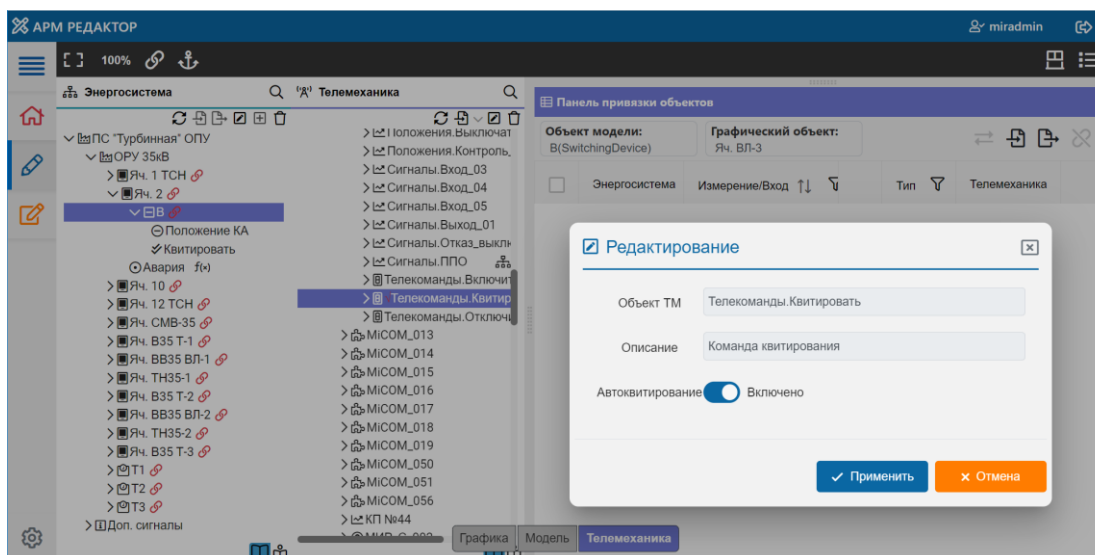

Рисунок 74
- включить команду *Автоквитирование* (рисунок 74) в дереве ТМ в окне редактирования команды.
Примечание – Индикация объектов, для которых настроена функция *Автоквитирование* (рисунок 74), осуществляется с помощью символа **✓** в дереве ТМ и символа **✓** в дереве энергосистемы.